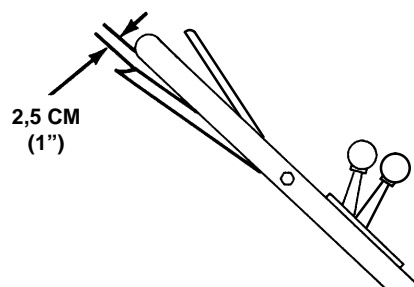

Abbildung 23
3. **KONTROLLE DER EINSTELLUNG** — Den Rasenmäher langsam zurückziehen und den Fahrtriebshebel allmählich zur Griffstange bewegen. Die Einstellung ist korrekt, wenn die Hinterräder aufhören sich zu drehen und der Fahrtriebshebel 2,5cm (1") von der Griffstange entfernt ist (Abb. 23).